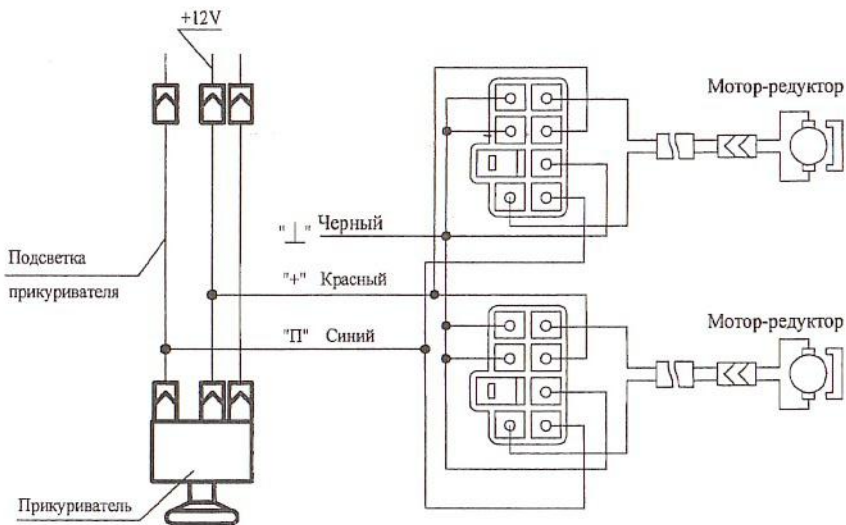

Рис.3
6.11 Подключить кабели согласно схемы подключения (см. рис.3).